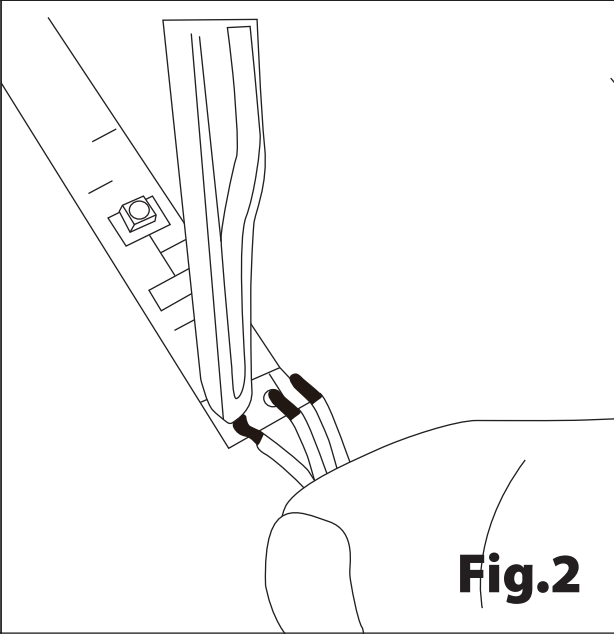

Fig.2
- Przyklej kable zasilające w miejscu wskazanym na taśmie (rys. 2).